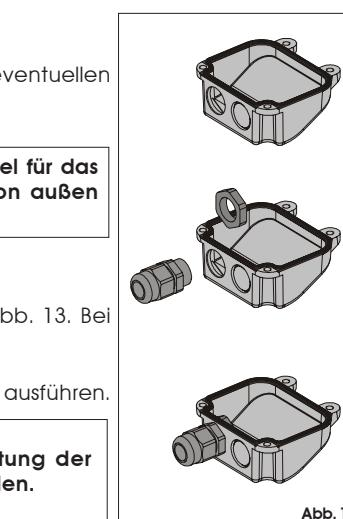

Abb. 13
- 1) Eine der beiden vorperforierten Öffnungen auf dem mitgelieferten Deckel durchbrechen, Abb. 13. Bei Antrieben mit Endschalter müssen beide Öffnungen durchbrochen werden.